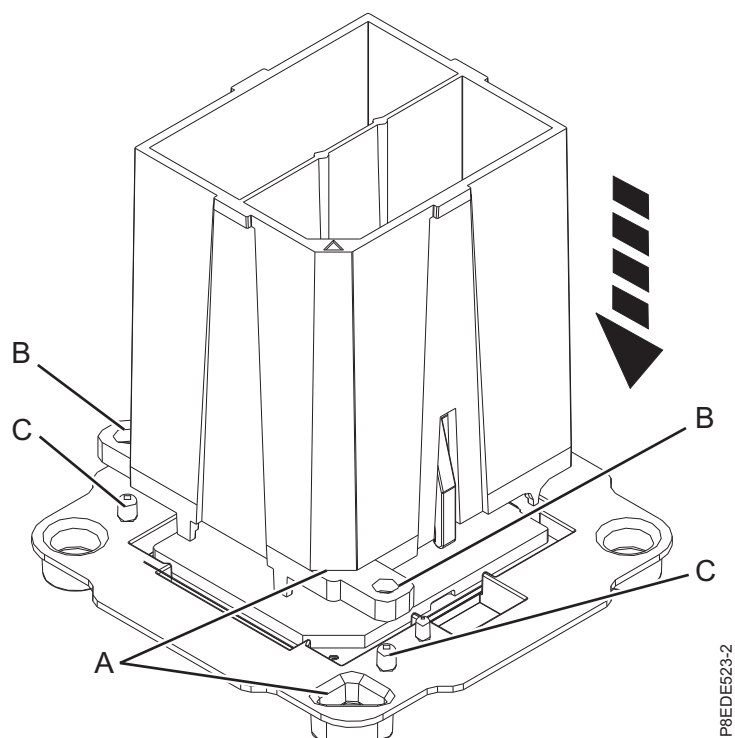
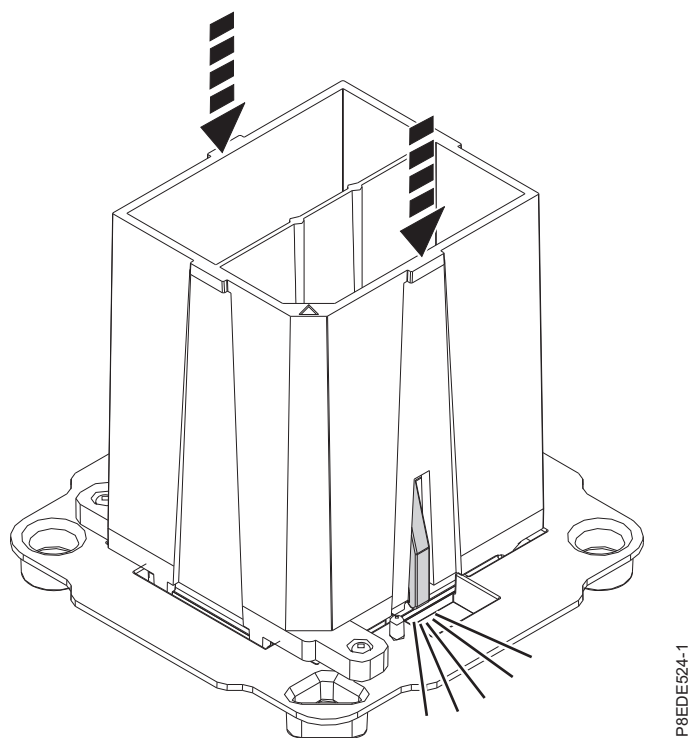

図 10. システム・プロセッサ・モジュールの取り付けの準備
図 11. システム・プロセッサ・モジュールをツールにロック
- a. 交換用プロセッサ・モジュールを配送用トレイから取り外します。提供されている取り外しツールを使用して、ツールの斜めになっている隅 (A) を、斜めになっている隅に位置合わせします (13 ページの図 10 を参照)。
- b. 2 つのガイド・ピン (C) がツールの両側にある位置合わせ穴 (B) に差し込まれることを確認して、ツールをシステム・プロセッサ・モジュールの上に下ろします (13 ページの図 10 を参照)。次に、ツールを押し下げて、システム・プロセッサ・モジュールをツールにロックします (13 ページの図 11 を参照)。指示があるまで青色のリリース・タブを押さないでください。